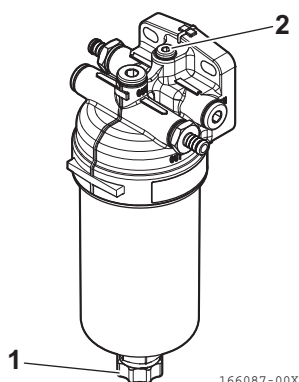

Figura 8
2. Desaperte o bocal de drenagem (**Figura 8, (1)**) e o parafuso de purga de ar (**Figura 8, (2)**). Em seguida, drene a água e a sujeidade acumuladas no interior. Elimine corretamente a água e a sujeidade recolhidas.